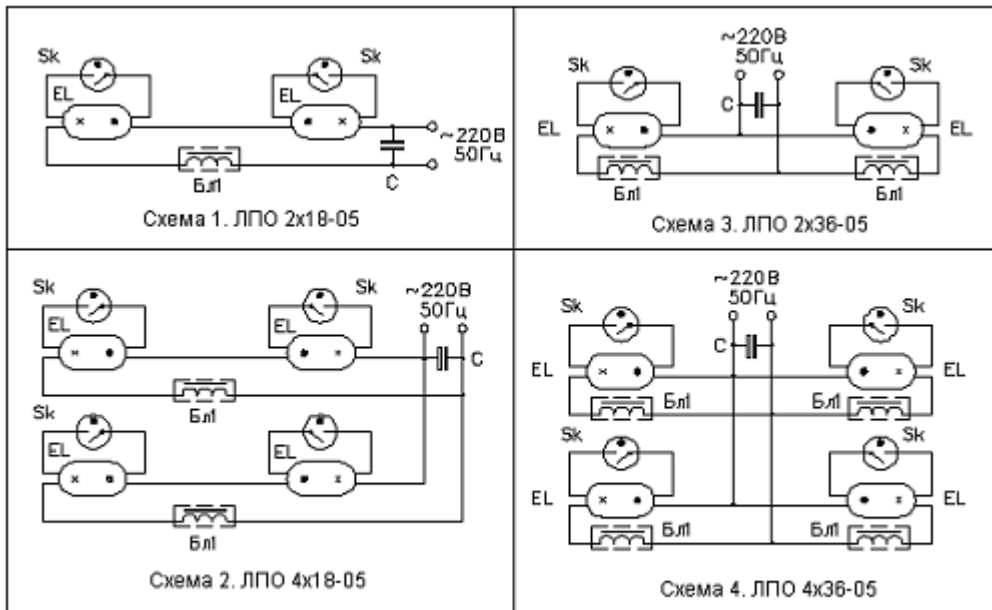

Рис. 2. Принципиальные электрические схемы
- 5.4. Электрические схемы светильников приведены на рис. 2, а спецификация - в Табл.1.